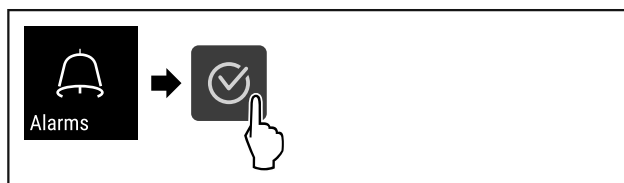

Fig. 108
- ▶ Handlungsschritte (siehe Fig. 108) durchführen.